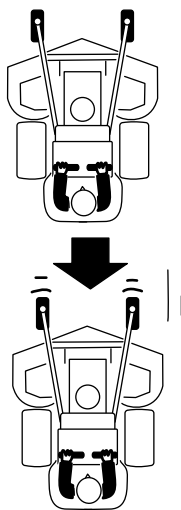

Figura 20
2. Tirate lentamente indietro le leve di controllo del movimento (Figura 20).